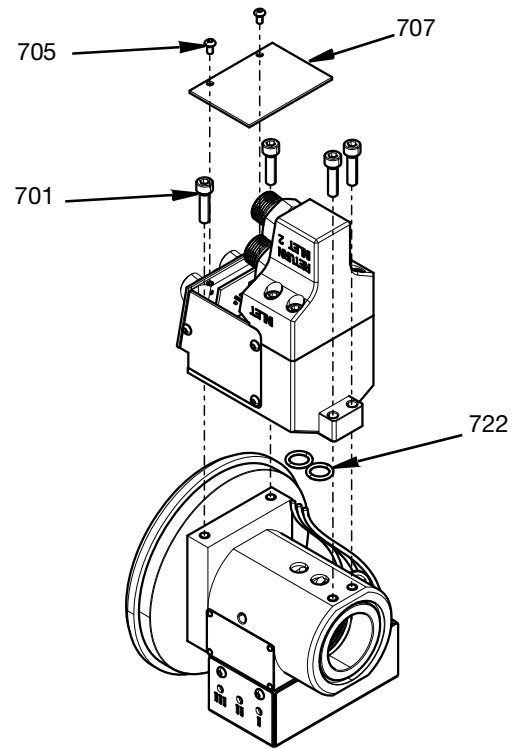

FIG. 18
- Zdjąć pokrywę górną (707), odkręcając dwie śruby pokrywy M3 (705).
- Następnie można wykręcić cztery śruby M5 (701) w celu oddzielenia zespołu obudowy złączy od zespołu komory obrotowej.
Teraz możliwy jest dostęp do czujników lub wtyczek. Zużyte pierścienie uszczelniające o-ring (722) powinny być wymienione na nowe. Patrz FIG. 18.